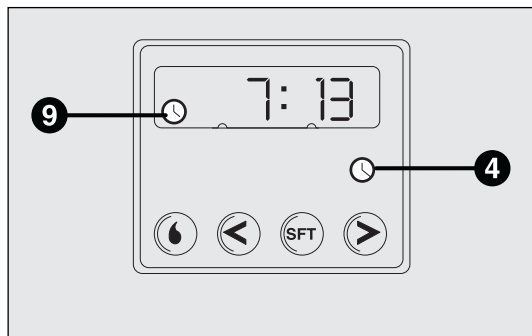

fig. 64
- Appuyer sur le bouton 4 : l'écran et le témoin 9-fig. 64 s'allument ;
Lecture de l'heure actuelle fig. 64